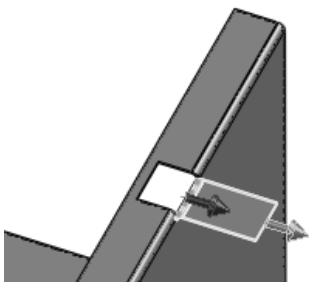
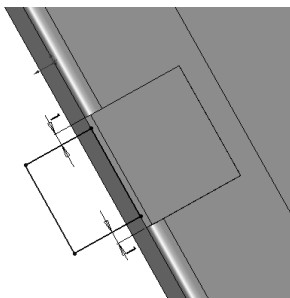
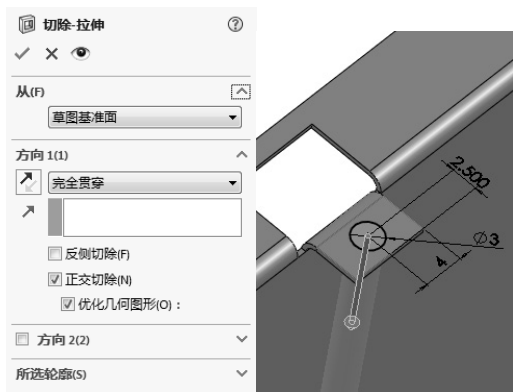

图 10-160 拾取边线
图 10-161 编辑法兰轮廓
图 10-162 生成边线法兰上的孔
② 单击鼠标拾取图 10-160 所示的边线, 然后, 单击属性管理器中的“编辑法兰轮廓”按钮, 进入编辑法兰轮廓状态。通过标注智能尺寸, 编辑法兰轮廓, 如图 10-161 所示。最后单击“完成”按钮, 结束对法兰轮廓的编辑。
11) 生成边线法兰上的孔。在图 10-161 所示的边线法兰面上绘制一个直径为 3 的圆，进行拉伸切除操作，生成一个通孔，如图 10-162 所示。单击 (确定) 按钮。